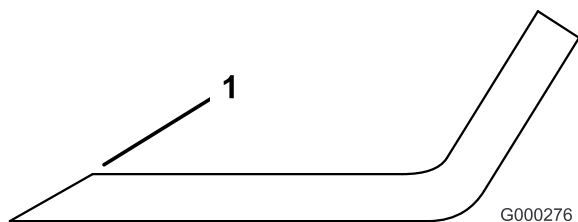

Figura 96
- Utilice una lima para afilar el filo de corte en ambos extremos de la cuchilla (Figura 96).